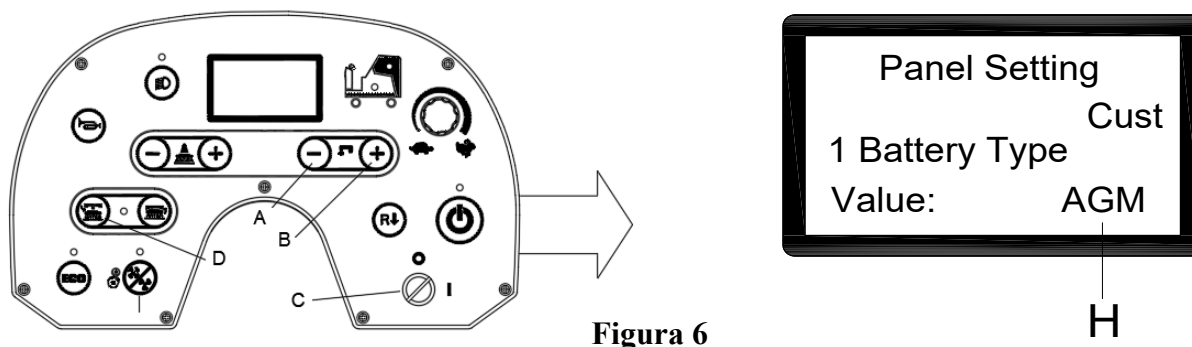

Figura 6
1. Pulse al mismo tiempo el botón del caudal de agua «-» (A, figura 6) y «+» (B, figura 6).
2. Introduzca la llave de encendido (C, figura 6) y colóquela en la posición «I».
3. Varios segundos más tarde, entre en la pantalla de selección del modo de batería (figura 6).
4. Pulse el botón del caudal de agua «-» (A, figura 6) y «+» (B, figura 6) para seleccionar el modo de batería (H, figura 6).
5. Pulse el botón de desbloqueo (D, figura 6). Al cabo de 3 segundos aparece «Actualización OK» esto quiere decir que la actualización se ha realizado correctamente, reinicie la máquina. (C, figura 6).